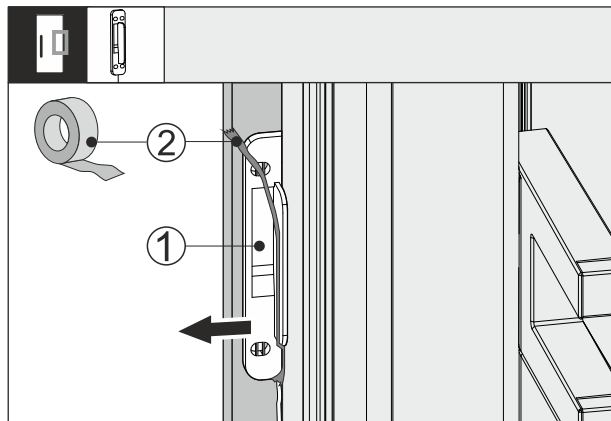

Fig. 63
- Klebeband Fig. 63 (2) am Klopfsensor Fig. 63 (1) lösen.